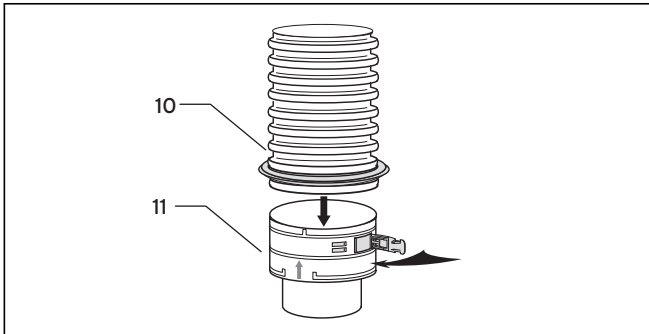

Fig. 6.25 Elementul de introducere cu conductă flexibilă pentru gaze arse
• Procedați ca la montarea elementelor de introducere (vezi Fig. 6.25).